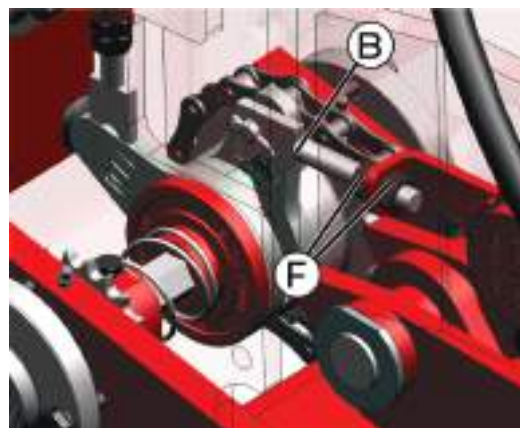

fig. 46
O ajuste da haste (B) é feito através da porca e contraporca (F) (*fig. 46*), onde ajustamos a maior ou menor abertura da haste, determinando um tempo maior ou menor para acionamento do sistema.